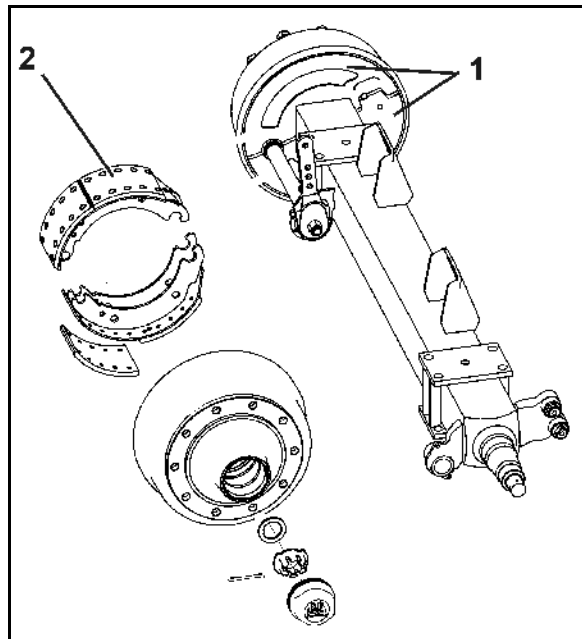

Рис. 117
1. Выверните болты и снимите оба защитных кожуха (Рис. 117/1) с внутренней стороны тормозного барабана.
**Грязь может скапливаться на тормозных накладках (Рис. 117/2) и значительно снижать эффективность торможения.**